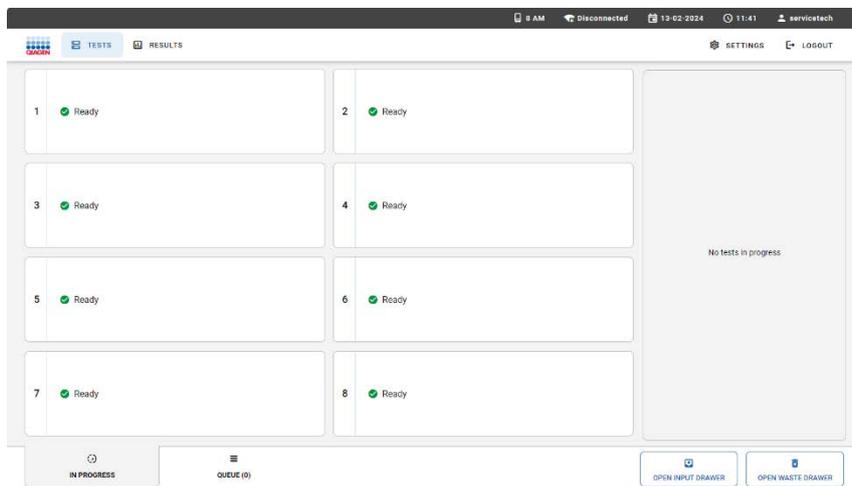

Figura 11. Schermata principale dei test.
1. Premere il pulsante **OPEN WASTE DRAWER** (APRI CASSETTO MATERIALI DI SCARTO) nell'angolo in basso a destra della schermata principale del test (Figura 11) e rimuovere le cartucce usate dai processi precedenti. Controllare il cassetto dei materiali di scarto per verificare che non vi siano liquidi versati. Se necessario, pulire il cassetto dei materiali di scarto come descritto nella Sezione 8 Manutenzione.
3. Premere il pulsante **OPEN INPUT DRAWER** (APRI CASSETTO DI ALIMENTAZIONE) nell'angolo in basso a destra della schermata principale del test (Figura 11).